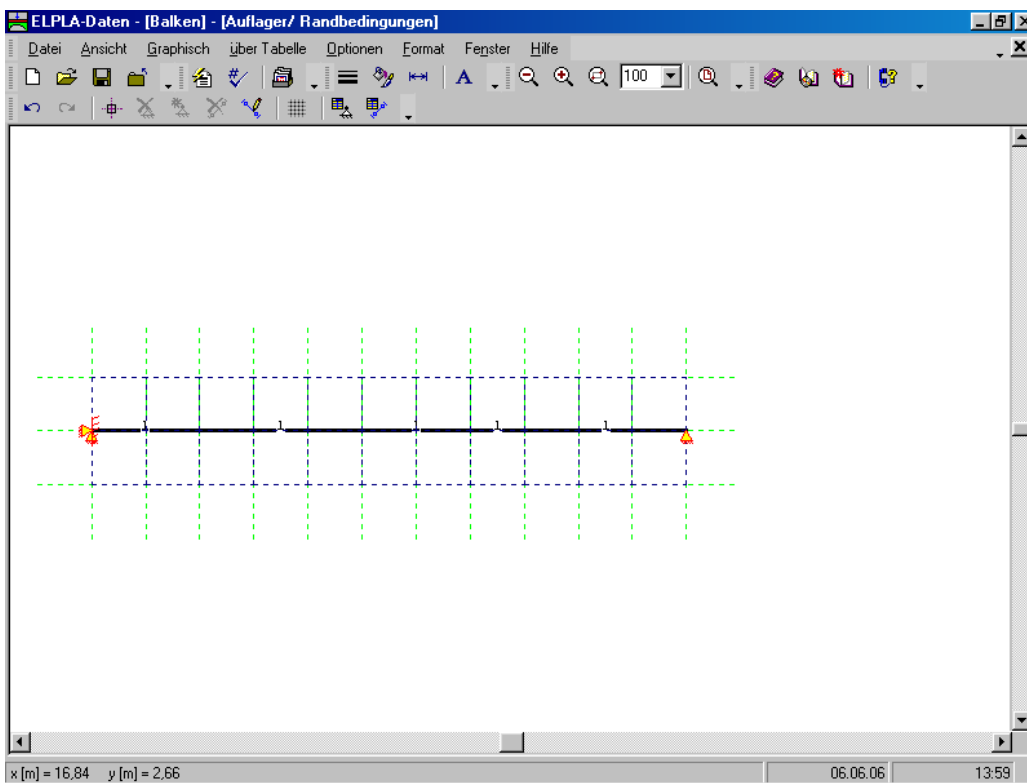

Bild 8-23 Auflager auf dem Bildschirm
Nach der Definition der Auflager sollte der Bildschirm wie das folgende Bild 8-23 aussehen.
- Wählen Sie "Auflager/ Randbedingungen speichern" aus dem "Datei"-Menü im Bild 8-23, um die Daten der Auflager zu speichern
- Wählen Sie "Auflager/ Randbedingungen schließen" aus dem "Datei"-Menü im Bild 8-23, um das eingebettete Programm "Auflager/ Randbedingungen" zu schließen und zum Hauptfenster des Programms *ELPLA-Daten* zurückzukehren